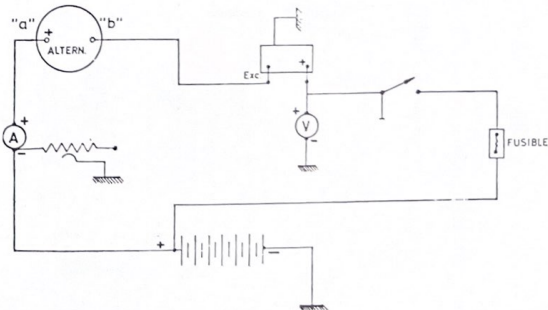

Fig. 9.3.—Comprobación de una caja de control (Regulador).
9.3. COMPROBACION SOBRE EL VEHICULO DE UNA CAJA DE CONTROL (Regulador). (fig. 9.3)